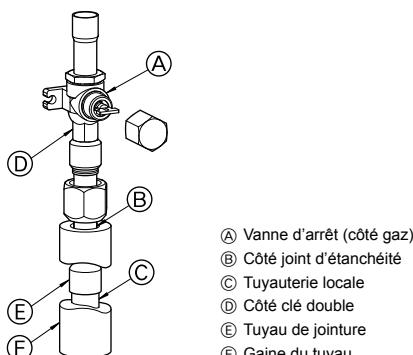

Fig. 4-3
- (C) Respecter la procédure suivante pour le raccordement des tuyaux côté gaz. (Fig. 4-3)
- 1 Braser le tuyau de jointure (E) fourni pour l'appareil extérieur à l'aide du matériel de brasage acheté auprès d'un revendeur local et du tuyau local (C) sans oxygène.
- 2 Connecter le tuyau de jointure (E) à la vanne d'arrêt côté gaz.